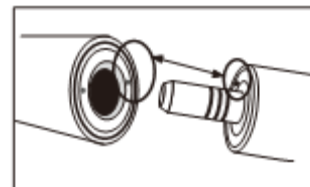

Рисунок 2
- 2) Выровняйте наконечник с установочным штифтом мотора (Рисунок 2).